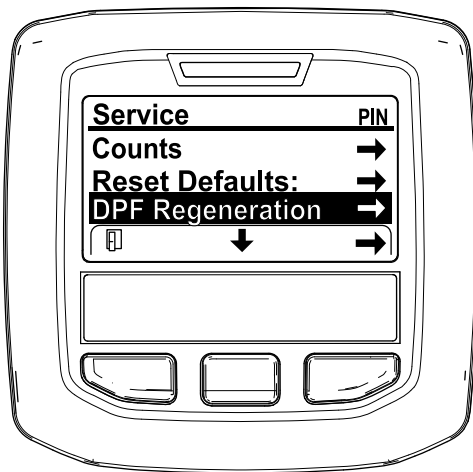

Figura 38
- En el menú SERVICE (Servicio), pulse el botón del medio hasta que aparezcan las opciones de DPF REGENERATION (Regeneración de DPF) y pulse el botón derecho para seleccionar la opción DPF REGENERATION (Regeneración de DPF) (Figura 38).